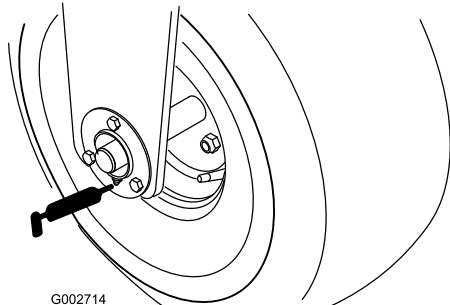

Figura 22
- Cuscinetto della ruota anteriore (1) (Figura 22)